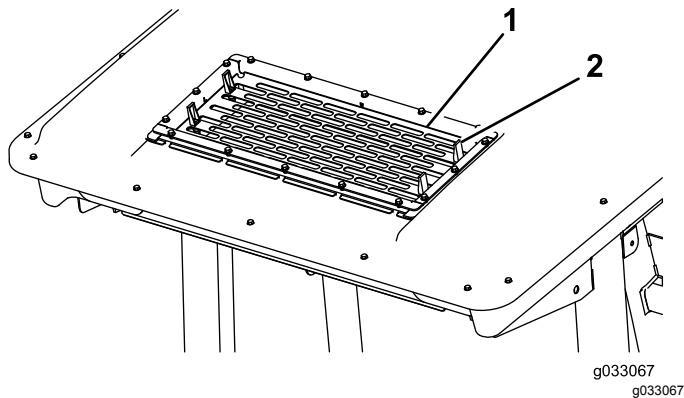

Figura 81
2. Levante las 4 pestañas de la rejilla del aire acondicionado (Figura 81) y retire la rejilla por la parte superior de la cabina.